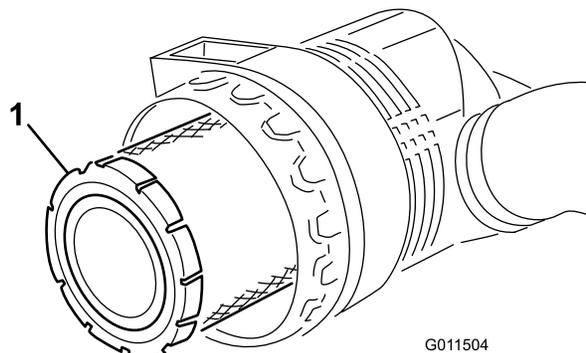
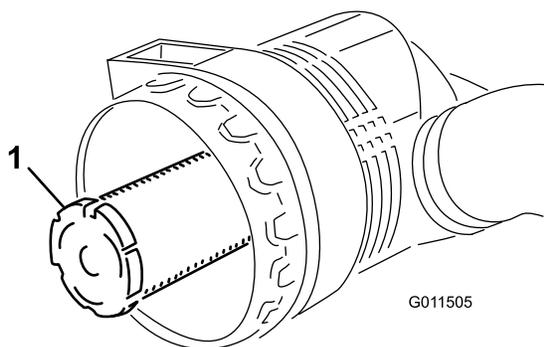

Figura 47
Figura 48
3. Togliete il filtro primario dell'olio (Figura 47). Si sconsiglia la pulizia dell'elemento usato, per evitare il rischio di danneggiare l'elemento filtrante. Controllate il filtro nuovo e accertatevi che non sia stato danneggiato durante la spedizione, in particolare l'estremità di tenuta del filtro ed il corpo. Non usate l'elemento se è avariato. **Non** togliete il filtro di sicurezza (Figura 48).
Importante: Non cercate mai di pulire il filtro di sicurezza (Figura 48). Sostituitelo con uno nuovo ogni tre revisioni del filtro primario.
4. Sostituite il filtro primario dell'olio (Figura 47).